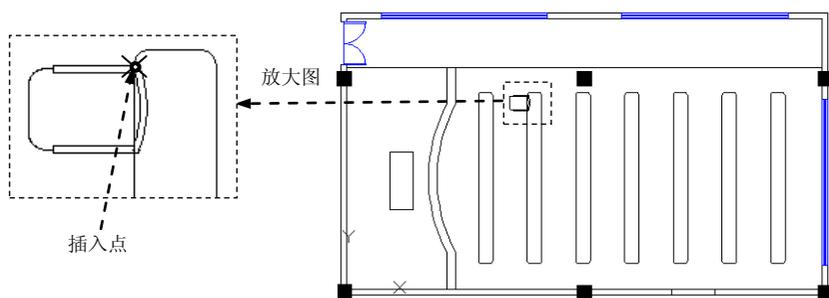

图 17.12.39 插入座椅 1
Step9. 插入座椅 1。选择下拉菜单 **插入(I)** → **块(B)...** 命令，选择“座椅”为插入对象，单击 **确定** 按钮，选取图 17.12.39 所示的点为块的插入点，完成后如图 17.12.39 所示。